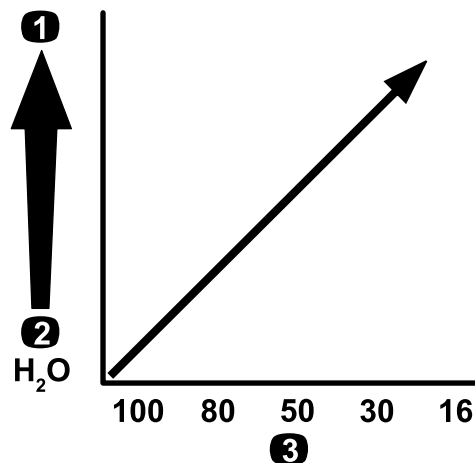

Figure 25
**Important:** Si vous pulvérisez des produits chimiques de viscosité plus élevée (plus épais) ou des solutions avec poudres mouillables, vous devrez peut-être utiliser un maillage plus grossier pour le filtre sous pression en option ; voir Figure 25.